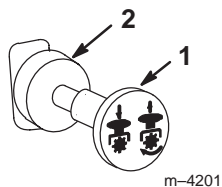

Figure 10
3. Placez la commande de prise de force (PDF) en position désengagée (Fig. 10).
1. Placez la commande de PDF en position désengagée (Fig. 10).